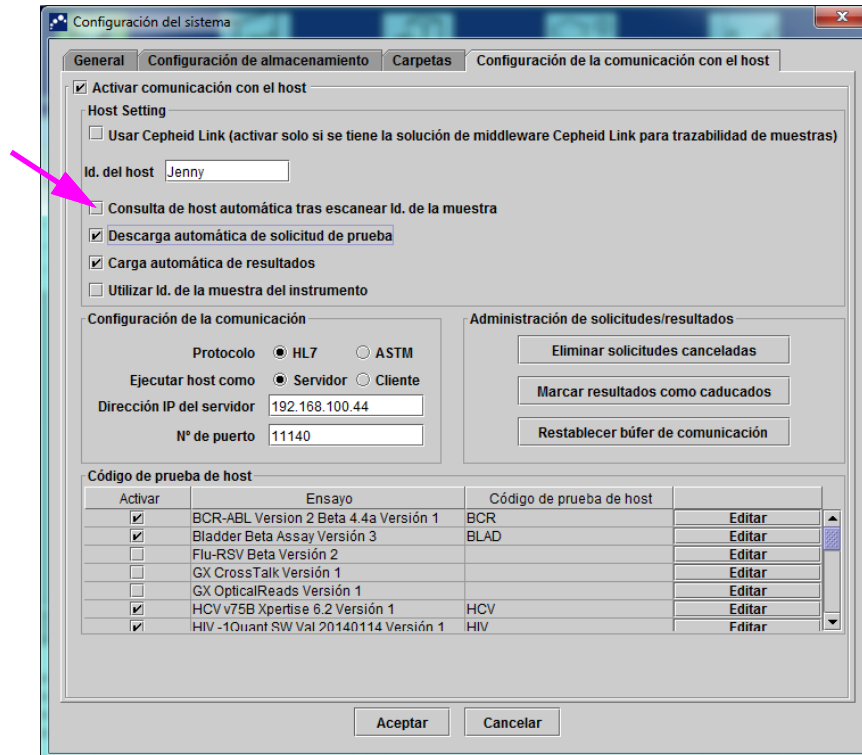

Figura 5-95. Consulta de host
1. En la ficha **Configuración de la comunicación con el host** del cuadro de diálogo Configuración del sistema, seleccione la casilla de verificación **Consulta de host automática tras escanear Id. de la muestra** para seleccionar y activar esta función. Consulte la figura 5-95.